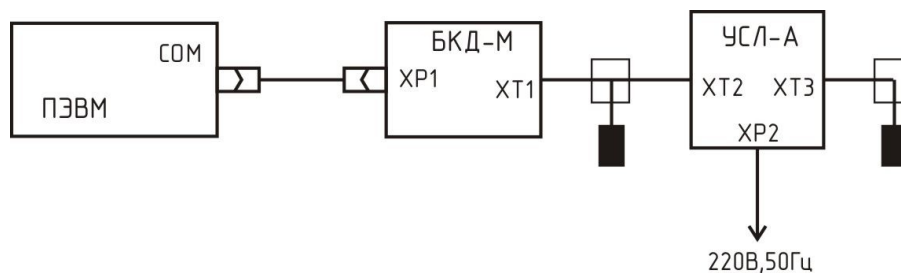

Рисунок 7
- 1) Подключить к выходу ИПЛ блока БКД-М соблюдая полярность блок УСЛ-А, а также терминаторы к выходам ИПЛ (рисунок 7).